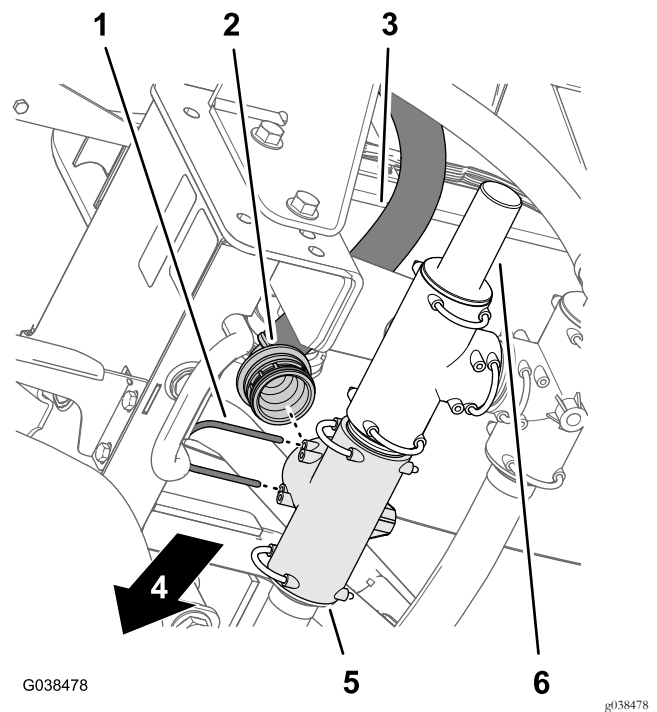

Figura 75
4. Conecte el acoplamiento dentado de 90° de la manguera de alimentación del fumigador al acoplamiento en T delantero izquierdo (Figura 75).